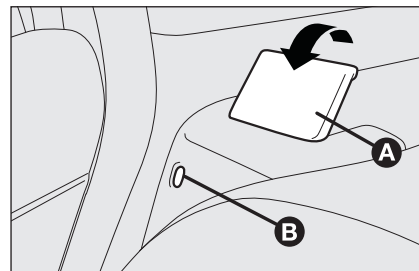

fig. 3
**ATTENTION** L'ancrage correct du dossier est assuré par la disparition de la "bande rouge" **B**-fig. 3 présente à côté des leviers **A** de renversement du dossier. Cette "bande rouge" indique en effet l'absence d'ancrage du dossier.
*S'assurer que le dossier soit correctement accroché sur les deux côtés ("bandes rouges" B-fig. 3 non visibles) pour éviter qu'en cas de freinage brusque, le dossier ne puisse se projeter en avant et provoquer ainsi des blessures aux passagers.*